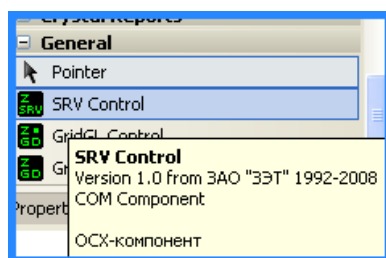

Рисунок 3'. Внешний вид ToolBox с подключенным компонентом ZETServer.
5. После чего компонент появится в ToolBox. Рисунок 3'.